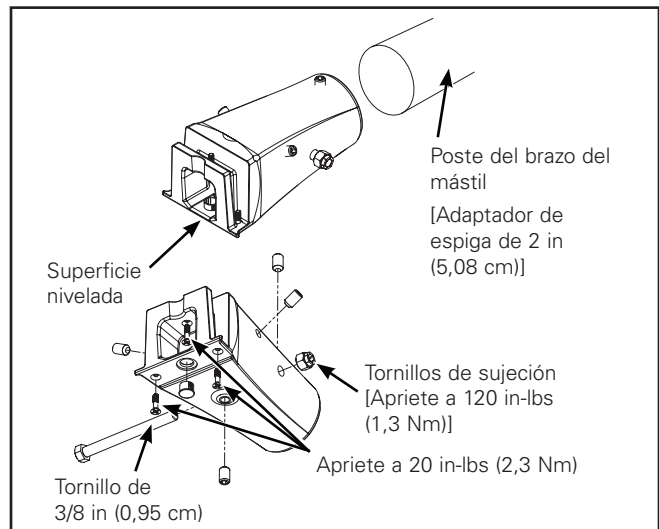
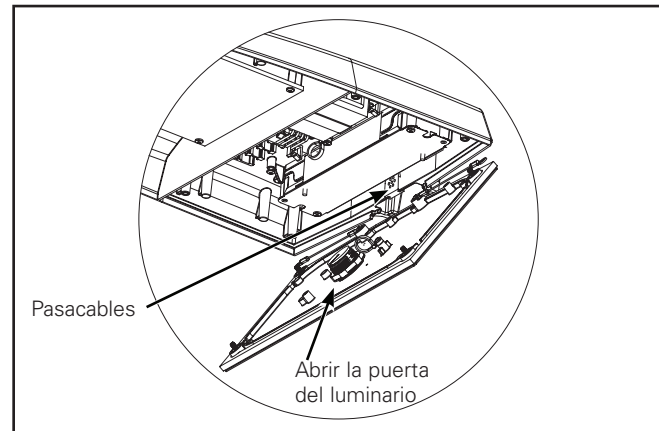

Figura 7
Figura 8
Brazo de montaje en mástil (Figura 7 y Figura 8)
2. Fije el adaptador del brazo del mástil al brazo del mástil con los (4) tornillos de sujeción de 3/8-16 x 3/8 in (0,95 cm). Nivele el adaptador del brazo del mástil mientras aprieta los tornillos de sujeción. Apriete a 120 in-lbs (1,3 Nm).
4. Afloje los (4) tornillos de cabeza Phillips (o tornillos mariposa si se suministran) de la puerta del luminario para abrirla. (Figura 8)
5. Retire el pasacables de la parte posterior del luminario. (Figura 8)
6. Despliegue los cables del luminario y los cables del adaptador del brazo del mástil y deslice el luminario sobre el adaptador del brazo del mástil. Apriete los tres tornillos de cabeza Phillips a 20 in-lbs (2,3 Nm) e instale el tapón de plástico sobre el tornillo central. (Figura 7)